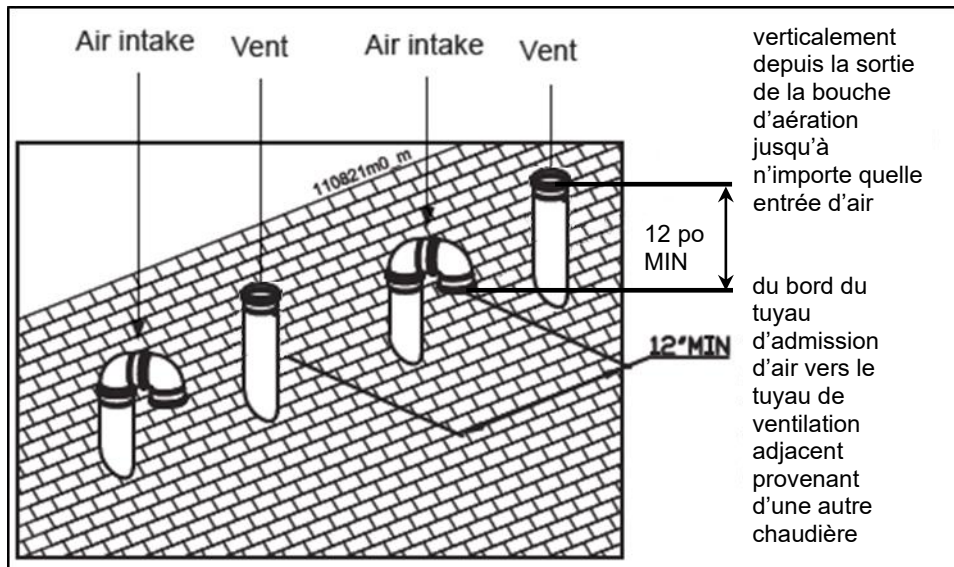

Figure 10.27
1. À l'extrémité de l'installation de plusieurs chaudières, réaliser les extrémités de ventilation/air comme décrit dans ce manuel (Figure 10.27).